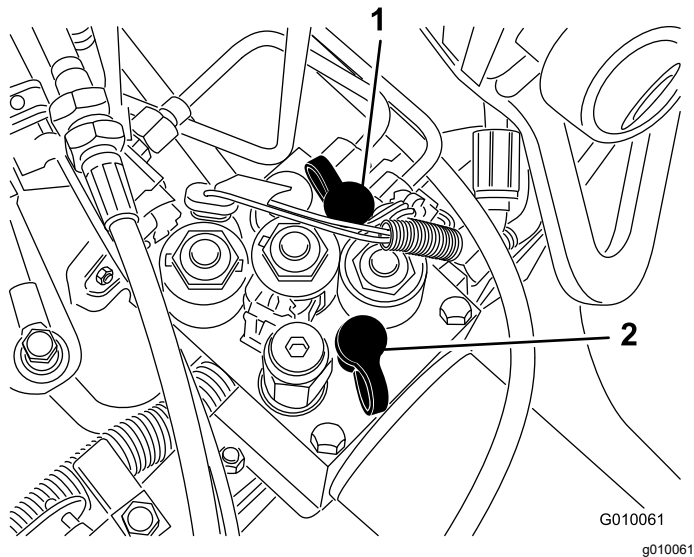

Figura 65
- Portul de testare G 2 (Figura 65) este utilizat pentru a ajuta la depanare cu privire la circuitul de încărcare de tracțiune.
- Portul de testare G 1 (Figura 65) este utilizat pentru a ajuta la depanare cu privire la presiunea circuitului de ridicare.